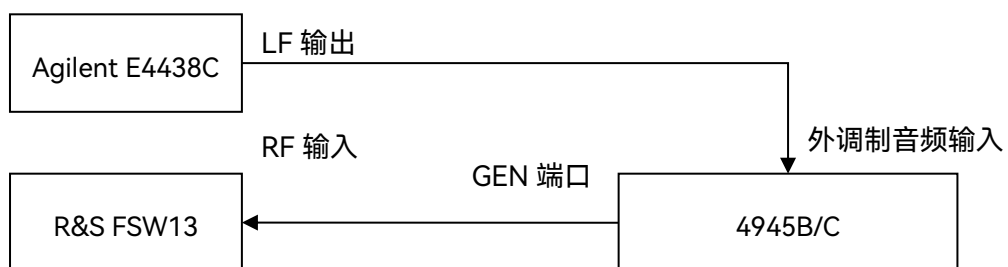

图 7.9 射频信号发生外部模拟调制特性测试框图
- (1) 如图 7.9 连接测试仪器, 设置 4945B/C 为射频发射模式, 输出频率 1.05GHz, 幅度-10dBm; 选择调制格式为 FM; 调制源选择外音频, 频偏 100kHz; 设置频谱分析仪为模拟解调模式, 打开 FM 解调窗口, 设置中心频率为 1.05GHz, 解调带宽
(1) 如图 7.9 连接频谱分析仪的 RF 输入和 4945B/C 的 GEN 端口，设置 4945B/C 为射频发射模式，输出频率 1.05GHz，幅度-10dBm，调制格式 BPSK，码元速率 1MHz，滤波器 RRC， α 因子 1.0，数据源 PN9；
(2) 设置频谱分析仪为 VSA 矢量信号分析模式，解调格式 BPSK，码元速率 1MHz，滤波器 RRC， α 因子 1.0；将 EVM 实测值记入表格 A.1 相应空格处；EVM 实测值应 $\leq 2\%_{rms}$ 。
(3) 改变 4945B/C 的调制格式为 QPSK，码元速率 5MHz，滤波器 RC， α 因子 1.0；改变频谱分析仪解调格式为 QPSK，码元速率 5MHz，滤波器 RC， α 因子 1.0；
(4) 根据带宽= (1+ α 因子) ×码元速率, EVM 实测值 \leq 3%rms, 则射频信号发生数字调制带宽、码元速率合格。